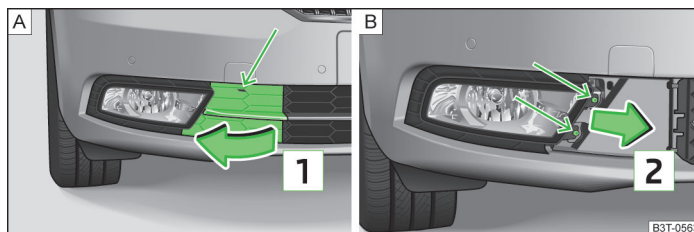

Fig. 208 Pare-chocs avant : Démontage de la grille de protection/du phare antibrouillard
- Détachez la grille de protection dans la zone de la flèche » fig. 208 - **A** à l'aide de l'étrier servant au retrait des enjoliveurs intégraux de roue » page 233, *Outil-
- Dévissez le phare antibrouillard » fig. 208 - **B** à l'aide du tournevis faisant partie de l'outillage de bord.
- Pour remonter le phare antibrouillard, l'insérer dans le sens de la flèche **2** » fig. 208 - **B** et le visser à fond.